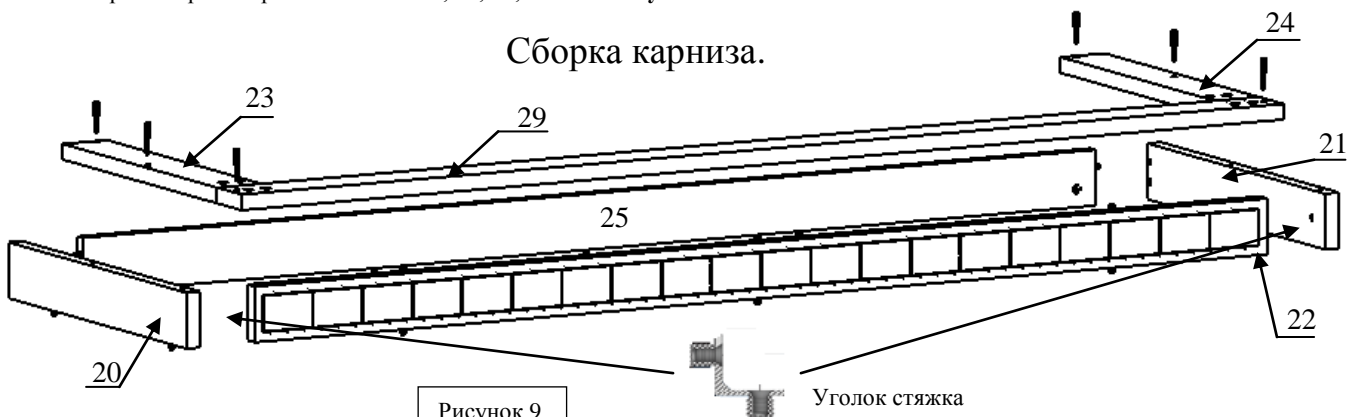

Рисунок 9
7. Установить дюбель быстрого монтажа в отверстие детали поз. 20 и 21. Используя эксцентрики 16мм стяните детали поз. 25 с деталями поз. 20 и 21. Используя уголок стяжку закрепите деталь поз. 22 к деталям поз. 20 и 21. Двойными дюбелями стяните детали поз. 23, 29, 24. Используя еврвинты 50 мм притяните детали поз. 23, 29, 24 к деталям поз. 25, 20, 21, 22. См. **Рисунок 9 (Сборка карниза)**.